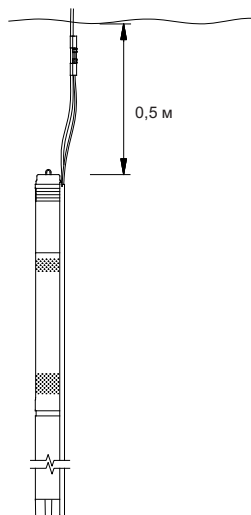

Рис. 7 Установка в вертикальном положении
- **для установки в вертикальном положении:** минимальное расстояние 0,5 м от насоса до динамического уровня воды (см. рис. 7);